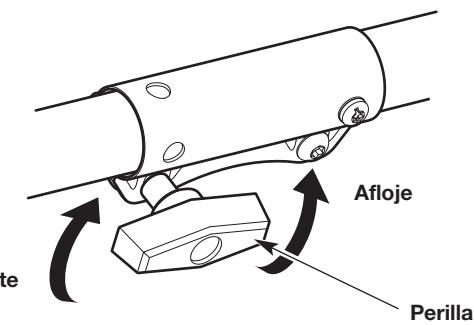

Fig. 11
- Gire la perilla en el sentido contrario a las agujas del reloj para aflojar el acoplador (Fig. 11).
- Gire la perilla en el sentido de las agujas del reloj para apretar el acoplador (Fig. 11).